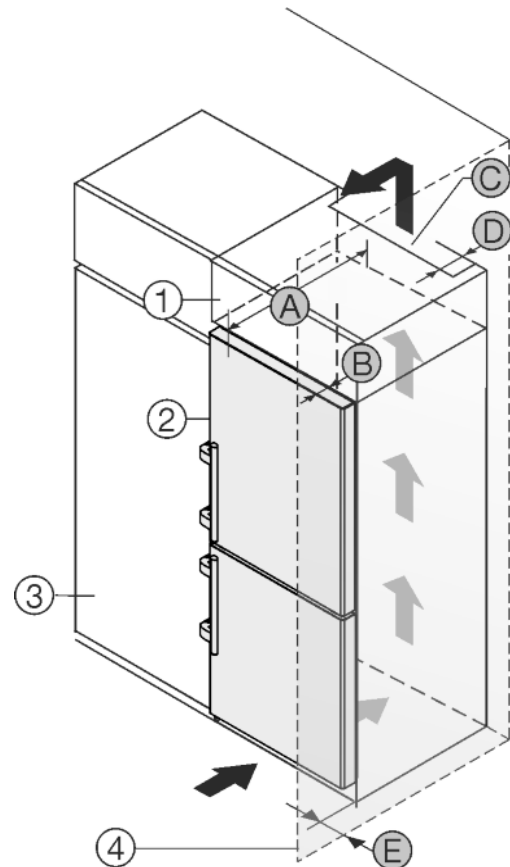

Fig. 13
Zariadenie môže byť zabudované medzi kuchynskými skriňami. Aby sa zariadenie Fig. 13 (2) prispôbilo výške kuchynskej linky, môže sa nad zariadením umiestniť nadstavná skrinka Fig. 13 (1).
Zariadenie môže byť zabudované priamo vedľa kuchynskej skrine Fig. 13 (3). Pre úplné otvorenie dverí musí zariadenie vyčnievať o hĺbku Fig. 13 (B) prednej časti kuchynskej skrine. V závislosti od hĺbky kuchynských skriň a použitia dištančných držiakov na stenu môže zariadenie prečnievať ešte viac.
Ak sa zariadenie inštaluje priamo vedľa kuchynskej skrine Fig. 13 (3), tak je nutná vzdialenosť najmenej 5 cm k zariadeniu. Pre úplné otvorenie dverí musí zariadenie vyčnievať o hĺbku Fig. 13 (B) prednej časti kuchynskej skrine. V závislosti od hĺbky kuchynských skriň a použitia dištančných držiakov na stenu môže zariadenie prečnievať ešte viac.
- Na zadnej strane nadstavnej skrine musí byť vetracia šachta s hĺbkou Fig. 13 (D) cez celú šírku nadstavnej skrine.
- Pod stropom miestnosti sa musí dodržať prierez vetracieho otvoru *Fig. 13 (C)*.
Ak je zariadenie umiestnené so závesmi vedľa steny *Fig. 13 (4)*, musí sa medzi zariadením a stenou dodržať vzdialenosť *Fig. 13 (E)*. To zodpovedá presahu držadla pri otvorených dverách.